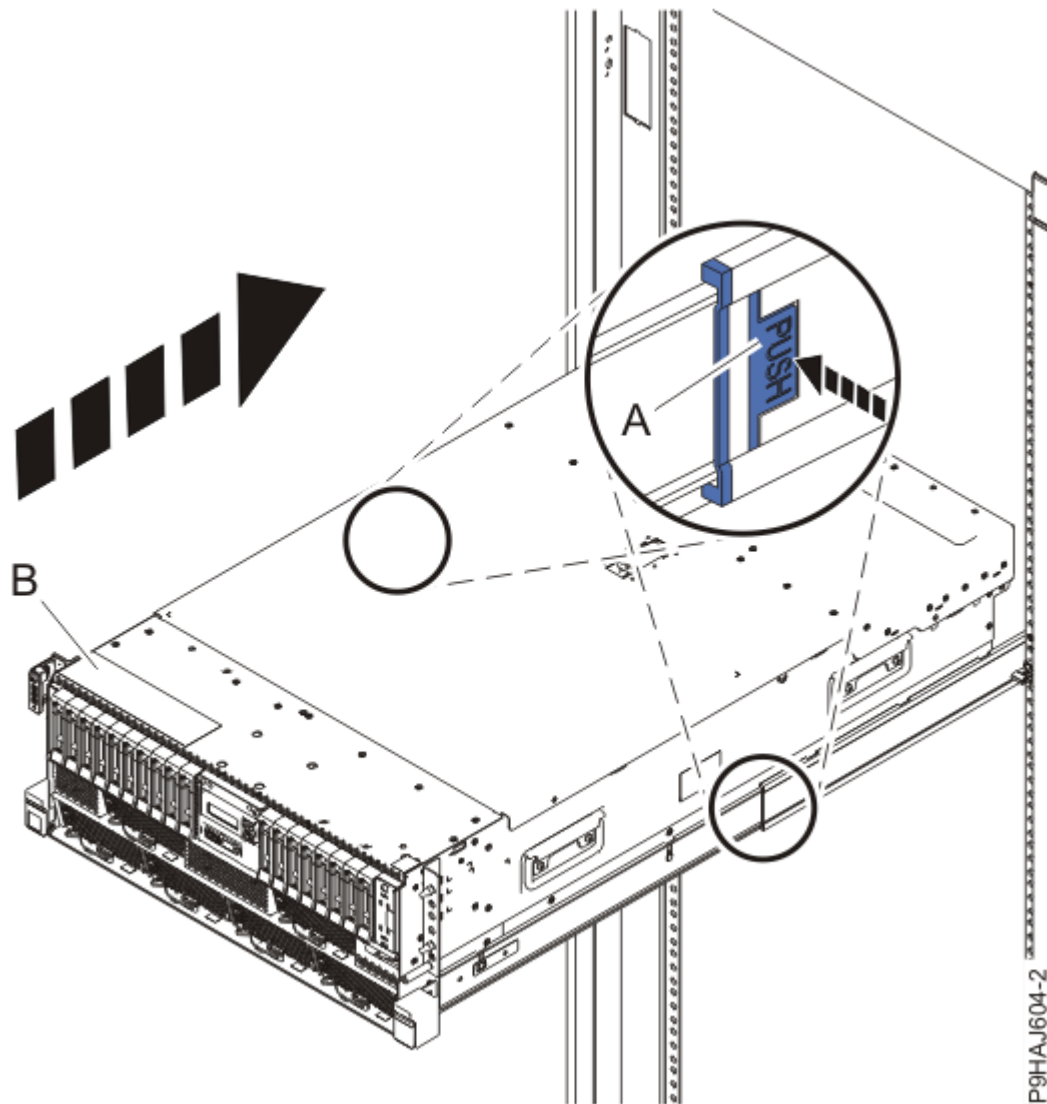

Abbildung 83. System in die Betriebsposition bringen
2. Entsperren Sie bei einem Einschubsystem die blauen Schienensicherheitsverriegelungen **(A)**, indem Sie sie nach innen drücken (siehe Abbildung 83 auf Seite 92).